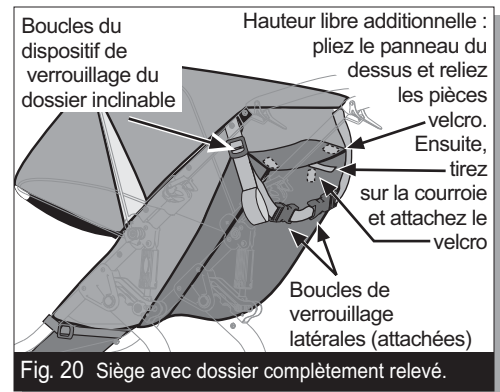
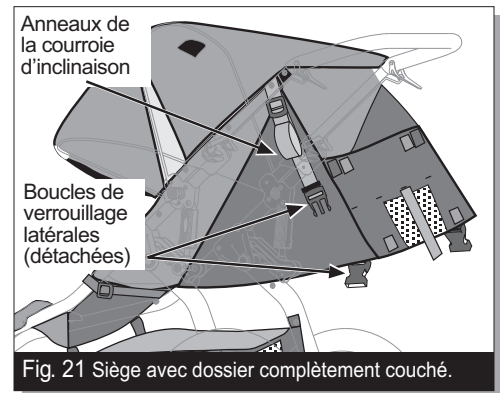
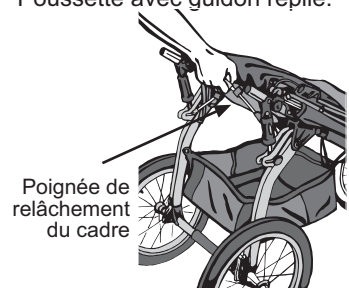
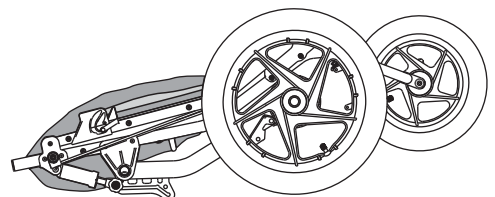

Fig. 20 Siège avec dossier complètement relevé.
Fig. 21 Siège avec dossier complètement couché.
Fig. 23
Fig. 24
Pour incliner partiellement le dossier, penchez les boucles du dispositif de verrouillage (Fig. 20) vers l'avant, ce qui relâchera les courroies d'inclinaison du dossier. Pour incliner complètement le dossier, détachez les boucles de verrouillage latérales derrière le dossier (Fig. 21).
- ⚠ AVERTISSEMENT :** Lorsque le siège est complètement incliné (Fig. 21), il y a plus de risque que la poussette bascule vers l'arrière, ce qui peut entraîner un accident ou des blessures car le siège et (ou) l'occupant pourraient heurter le sol avant le guidon.
Pour relever complètement le dossier, attachez les boucles de verrouillage latérales et tirez sur les anneaux des courroies d'inclinaison (Fig. 20 et 21).
Repliez le panneau situé au-dessus du siège contre le dossier et fixez-le avec le velcro. Ensuite, tirez sur la sangle située sur la partie supérieure du siège, au centre. En maintenant la sangle tendue, repliez et rabattez le velcro sur le dossier. La tension de la sangle va retenir le dessus du siège (panneau rembourré) perpendiculaire au dossier (Fig. 20).
14. LE PLIAGE : Sortez l'enfant de la poussette. Débarrassez le filet situé en dessous de la poussette de son contenu, faites de même avec les poches arrière et latérales. Les amortisseurs doivent être en position 1 (Fig. 2) avant de plier la poussette. Appuyez sur les leviers gauche et droit de dégagement du guidon (Fig. 3) et pliez le guidon vers l'avant tel qu'illustré à la Fig. 21. Agrippez la poignée de relâchement du cadre (matériau mousse rouge) sous le siège (Fig. 23) et tirez d'un coup sec vers le haut. Cela permettra au cadre inférieur de se replier, tel qu'illustré à la Fig. 24. La poussette ainsi pliée pourra être rendue encore plus compacte si vous ôtez ses roues avant et arrière. La roue avant se démonte en ouvrant le système de démontage rapide de la roue avant et en retirant la roue (voir section 5). Les roues arrière se démontent en desserrant le frein de stationnement (voir section 8), en ouvrant ensuite le système de démontage et en enlevant chaque roue en la tirant de côté.